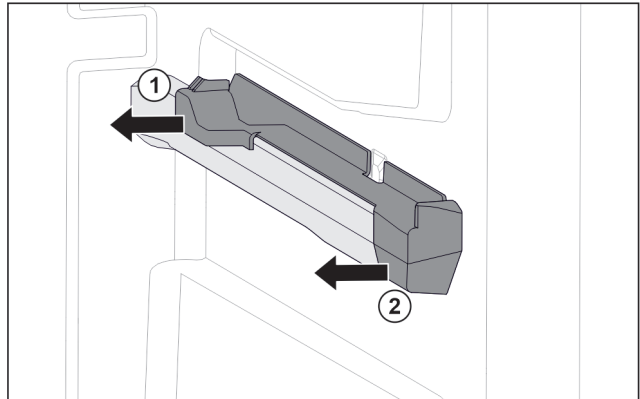

Fig. 25 Instekelement op rechter containerrib
- Instekelement achter naar de zijkant toe eraf trekken. Fig. 25 (1)
- Instekelement voor naar de zijkant toe eraf trekken. Fig. 25 (2)